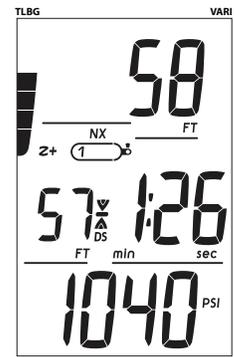

Fig. 57 - ÉCRAN PRINCIPAL DE PALIER PROFOND
**ÉCRAN PRINCIPAL DE PALIER PROFOND** : paramètres affichés (Fig. 57)